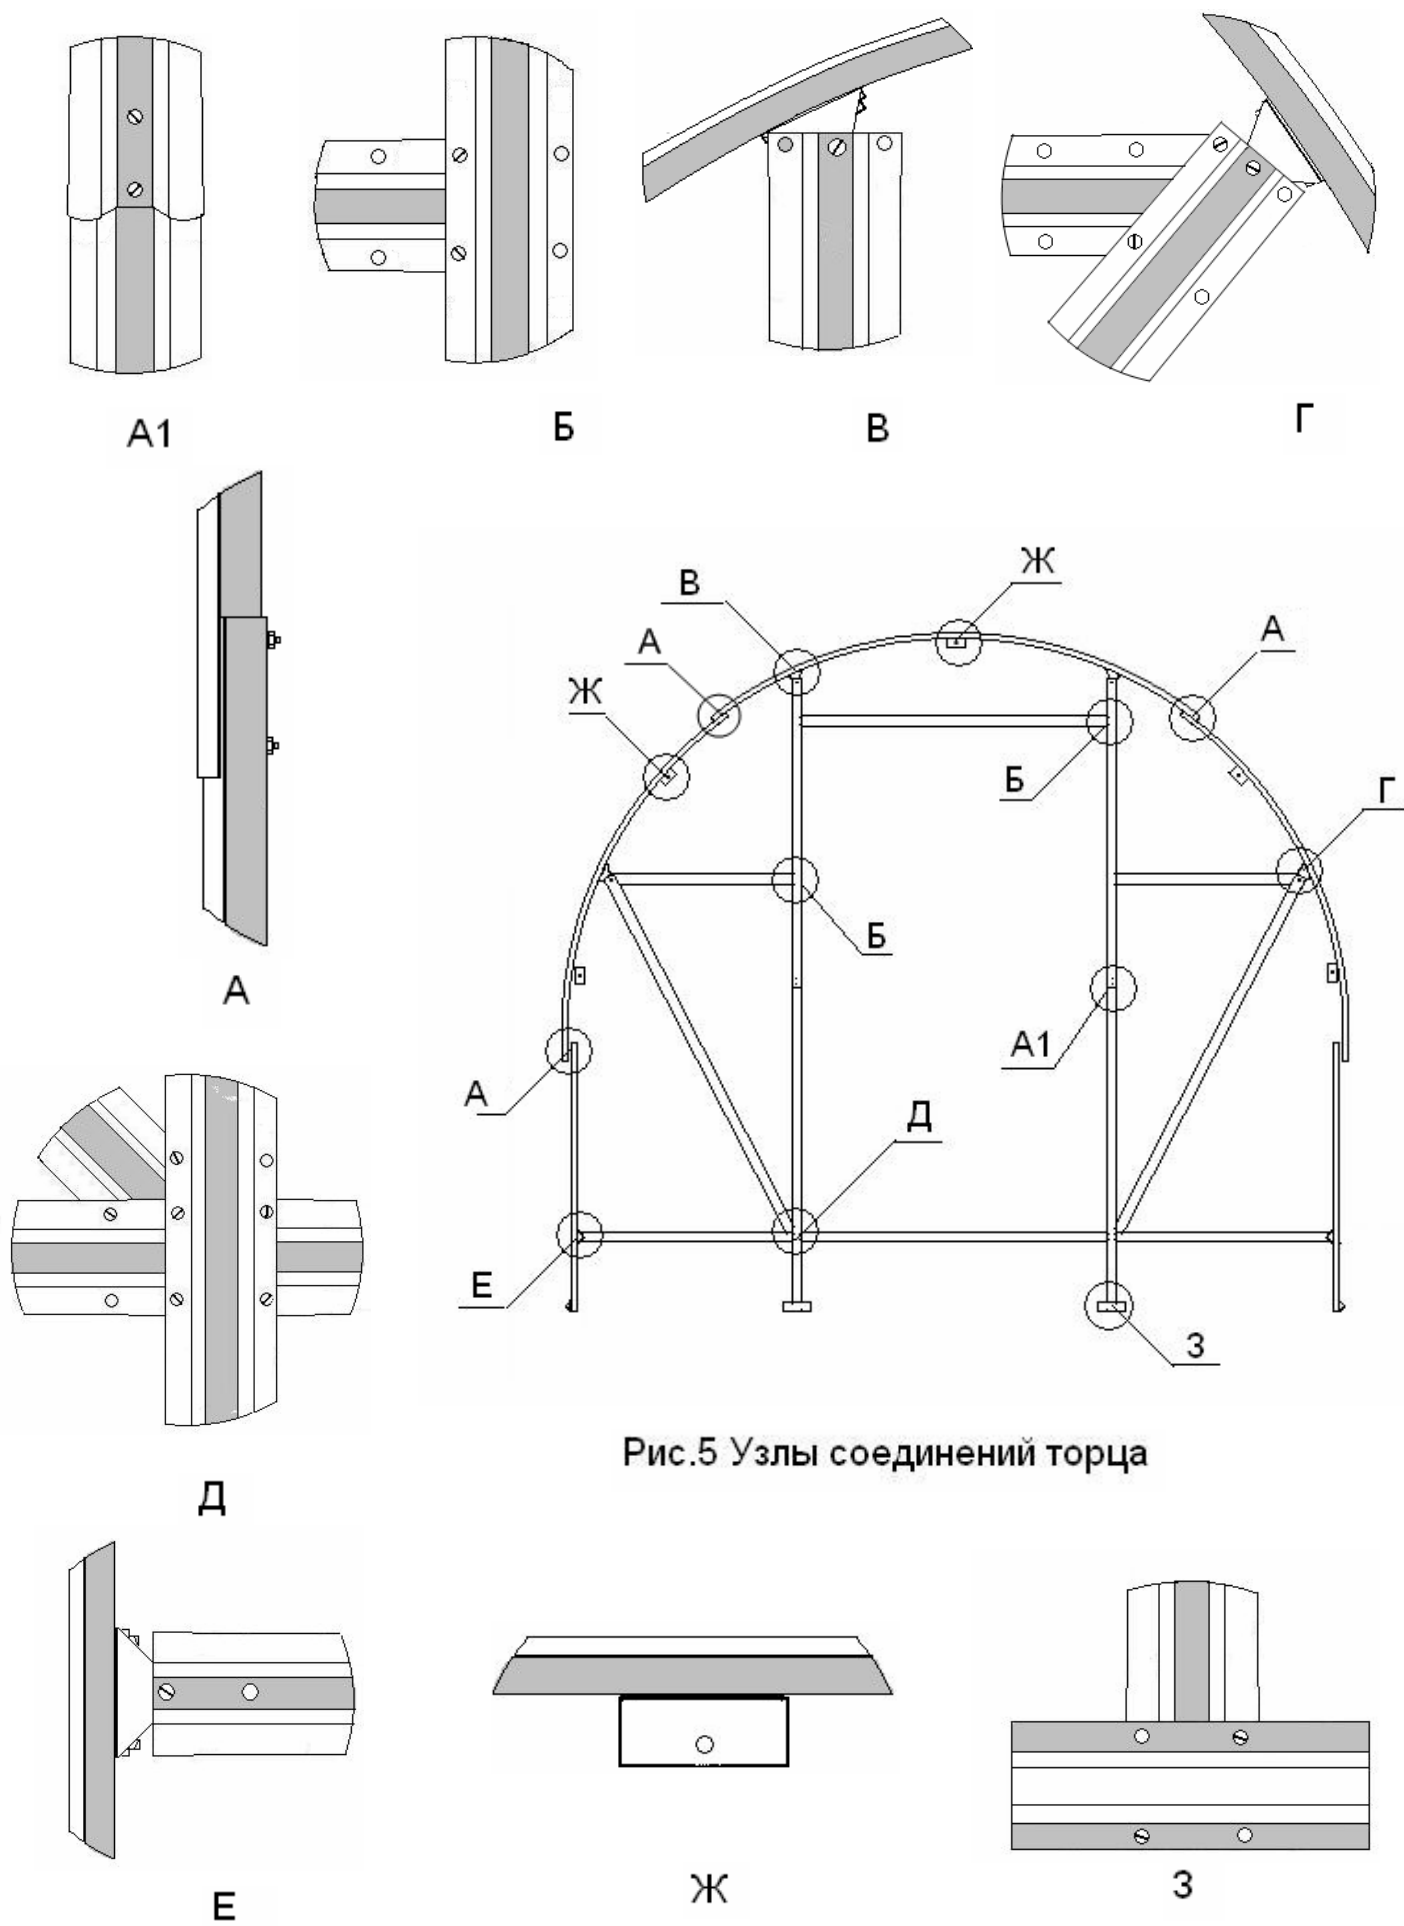

Рис.5 Узлы соединений торца
3. Соединение деталей выполняется путем наложения профилей и крепления винтами и гайками по двум отверстиям (Рис.5-А, А1, Б).
- 3.3.1. Возьмите детали стойки дверного проема №5в и №5н (см. Рис.2) и соедините их между собой винтами м4х10 (см. Рис.5- А1, А).
- 3.3.2. В верхней части детали 5в присоедините уголок №16 (винт м4х10) (см. Рис.5-В).
- 3.3.3. Возьмите две стойки дверного проёма пункта 3.3.2. и соедините их между собой двумя перемычками №6 (винт м4х10) (см. Рис.5-Б).
- 3.4.1. Возьмите одну готовую арку пункта 3.2.1. по центру в верхней части, присоедините кронштейн №17 (винт м4х10) (см. Рис.5-Ж).
- 3.4.2. Присоедините уголки №16 с дверным проёмом пункта 3.3.3. к арочной части пункта 3.4.1. расположив дверной проем по центру кронштейна № 17 (см. Рис. 5-В).
- 3.4.4. Свободный конец поперечины торца нижней №8 присоедините к дверному проему пункта 3.4.2. напротив нижней перемычки №6 на два винта м4х10 (см. Рис.5-Д).
- 3.4.5. Уголок №16 пункта 3.4.3. присоедините к арочной части на два винта м4х10 (см. Рис.5-Е).
- 3.4.8. Со стороны крепления уголка №16 к укосине торца №9 присоедините среднюю поперечину торца №7 стороной под угол (см. Рис. 5-Г).
- 3.4.9. Свободный конец укосины №9 присоедините к узлу соединения дверного проёма к нижней поперечине торца №8 (см. Рис. 5-Д).
- 3.4.10. Свободный конец средней поперечины №7 присоедините к дверному проему (см. Рис. 5-Б).
- 3.4.11. Присоедините уголок №16 пункта 3.4.7. к арочной части (см. Рис. 5-Г).
- 3.4.13. В свободное отверстие арки установите кронштейны №17 в количестве 4 шт. (см. Рис. 5-Ж).